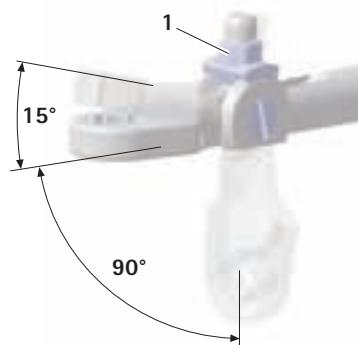

Fig. 3
- ▶ Colocar a chave H no ângulo pretendido e apertar o sextavado no 1 no sentido dos ponteiros do relógio, ver Fig. 3.